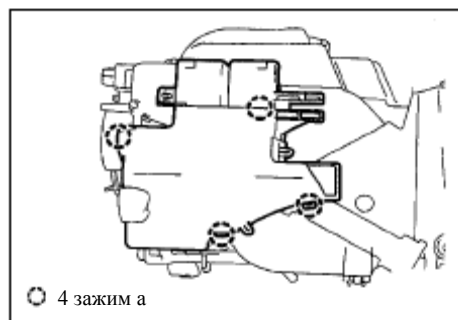

Рис. 451
13. Снимите зажим и демонтируйте корпус заднего выходного отверстия для воздуха (рис. 451)